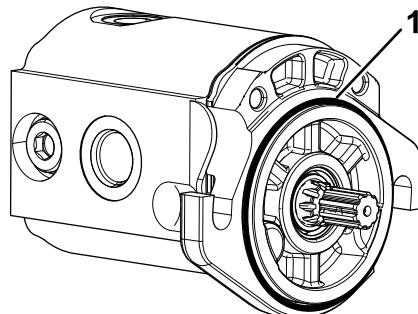

Bild 5
- Befestigen Sie den O-Ring am Spindelmotor (Bild 5).